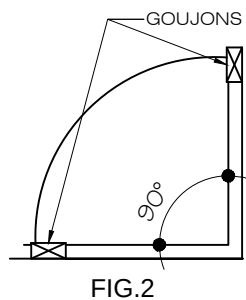

FIG.2
3. Assurez-vous qu'il y a un support structurel suffisant derrière la paroi de votre douche pour supporter le poids de la porte. Si ce n'est pas le cas, vous devez renforcer les murs avec des goujons en bois avant d'installer votre paroi de douche. [CF FIG. 2.]